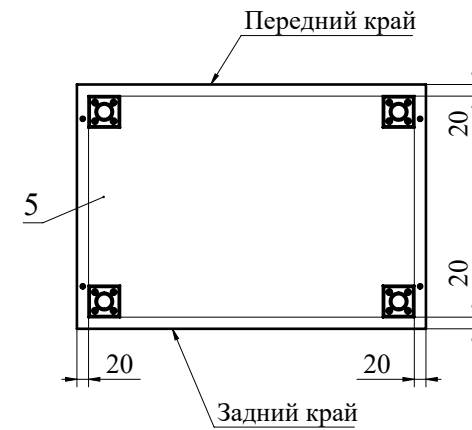

Рис.7
6. Прикрутите при помощи шурупов 3,5х16 опоры к детали 5 (Рис. 7).